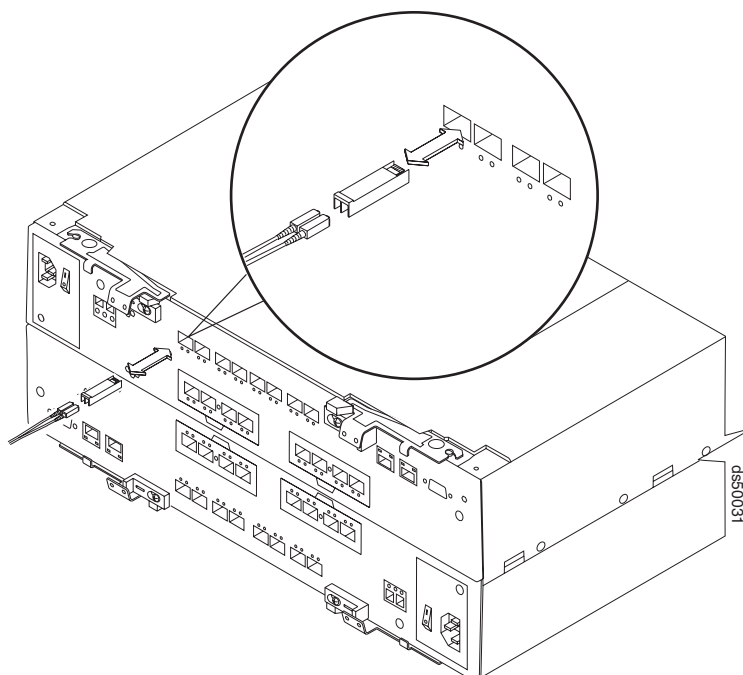

Figura 21. Substituindo um Módulo SFP ou SFP+
4. Insira o módulo SFP ou SFP+ na porta do fibre channel até que se encaixe no lugar. Consulte Figura 21.
Nota: O alinhamento das portas do fibre channel no controlador A é oposto ao do controlador B. Antes de inserir um módulo SFP ou SFP+ em uma porta, verifique se o módulo SFP ou SFP+ está rotacionado corretamente de forma que corresponda ao alinhamento da porta no controlador RAID. Não force o encaixe. Para portas do fibre channel no controlador A, os SFPs ou SFP+s devem ser inseridos com o circuito impresso exposto para o lado de cima (como mostrado na Figura 21). Para portas do fibre channel no controlador B, os SFPs ou SFP+s devem ser inseridos com o circuito impresso exposto para o lado de baixo.